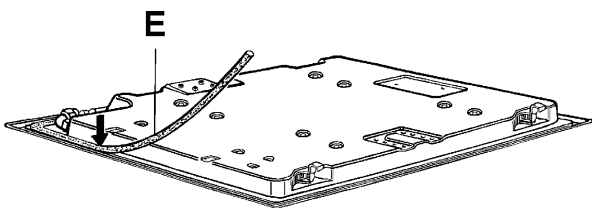

FIG. 9
- Invertir el encimera y colocar correctamente la guarnición “E” (fig. 9) bajo el borde de la encimera, de manera que el lado externo de la guarnición encaje perfectamente con el borde periférico externo de la encimera. Las extremidades de las tiras tienen que encajar sin solaparse.